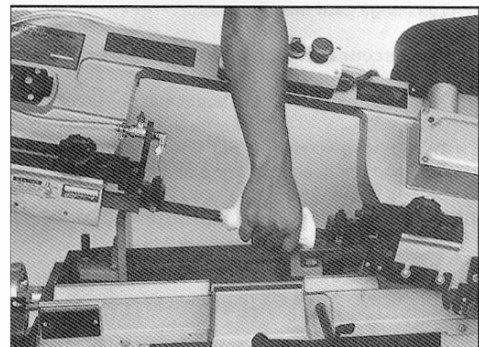

Fig. 15
4. Draai aan moer B om het excentrische kogellager dicht bij de lintzaag te bevestigen. De lintzaag zou nog altijd op en neer moeten bewegen als het bevestigd is zoals afgebeeld op Fig.15.